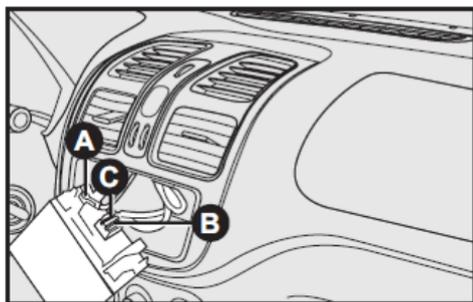

fig. 97
- Cables para la alimentación de la radio C-fig. 97.
- Cables para los altoparlantes y tweeters B-fig. 97.